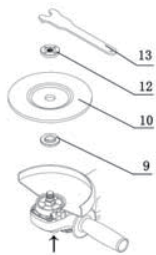
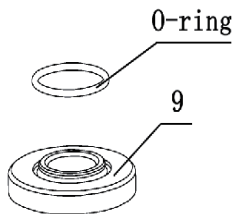
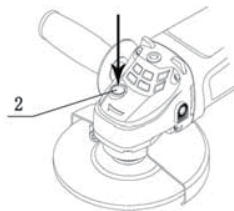

Figura 3
Figura 4
Figura 5
3) Asegure del disco de afilar o cortar: (Figura 3 y Figura 4)
A. Ubique la brida interna (9) sobre el eje asegurándose de que esté apretado;
B. Ubique el disco de afilar(10) o de corte(11) sobre la brida interna asegurándose que concuerde con la brida;
C. Coloque el lado concavo de la brida externa (12) sobre el eje;
D. Presione el botón de cerrado del eje (2) firmemente y asegúrese que el eje no se mueva. Mientras presiona el botón, apriete la brida externa en dirección de las manecillas del reloj usando la llave inglesa (13). (Vea figura 5)